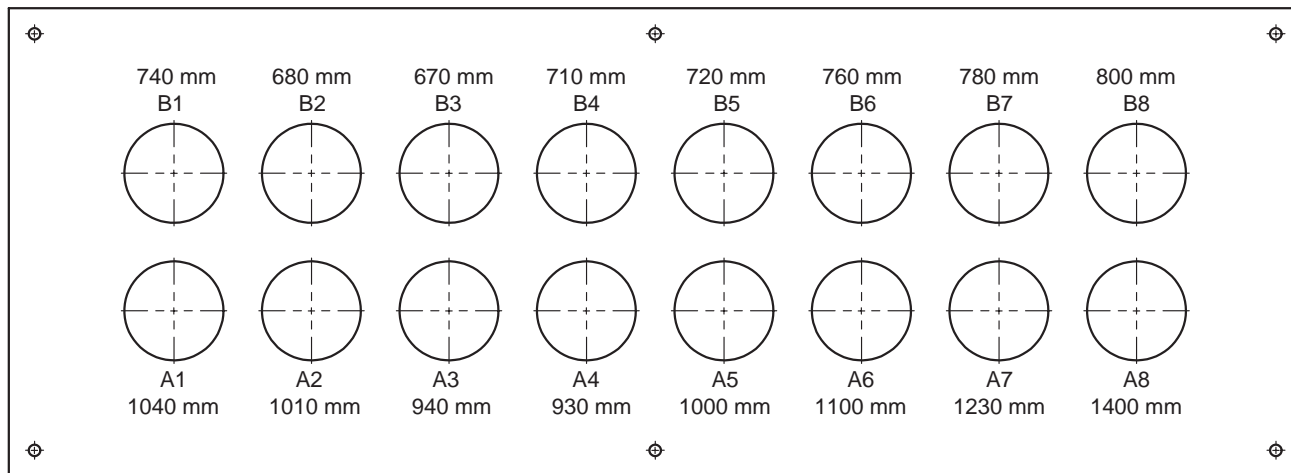

Fig. 40 Indication de la longueur et désignation de raccordement de A1 à A8 et de B1 à B8
- ▶ Insérer le tuyau à travers la cloison coupe-feu à l'ouverture « A1 » (Fig. 40) et le poser proprement dans le silo de stockage jusqu'à la 1re sonde – Fig. 41.
- ▶ Découper le tuyau à l'extérieur du silo de stockage à la longueur respective indiquée « A1 » – Fig. 40, Fig. 41.
- X ..... Longueur selon Fig. 40
- ▶ Dénuder le fil de terre sur le rouleau de tuyau. Insérer le tuyau dans le passage par l'ouverture « B1 » et le poser soigneusement, dans le silo, jusqu'à la 1ère sonde – Fig. 40, Fig. 41.
- ▶ Découper le tuyau à l'extérieur du silo de stockage à la longueur respective indiquée « B1 » – Fig. 40, Fig. 41.